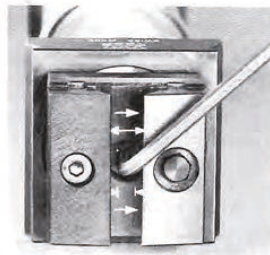

Fig. 7.
- Adapter le sens de mesure de l'élément de mesure en enlevant la touche de mesure de la butée mobile (5) et en tournant la vis d'inversion (Fig.7)